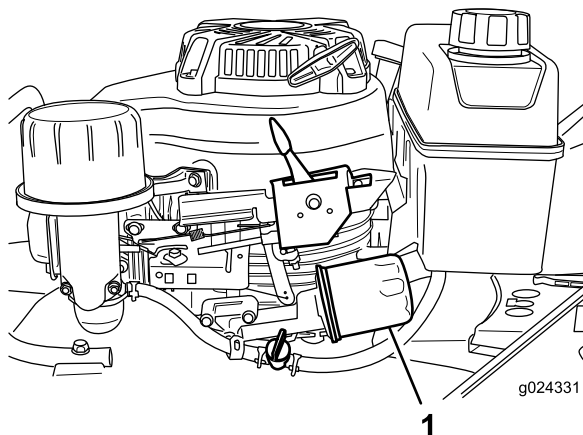

Figura 21
6. Coloque um pano por baixo do filtro do óleo (Figura 21) para absorver qualquer óleo que possa cair quando remover o filtro.